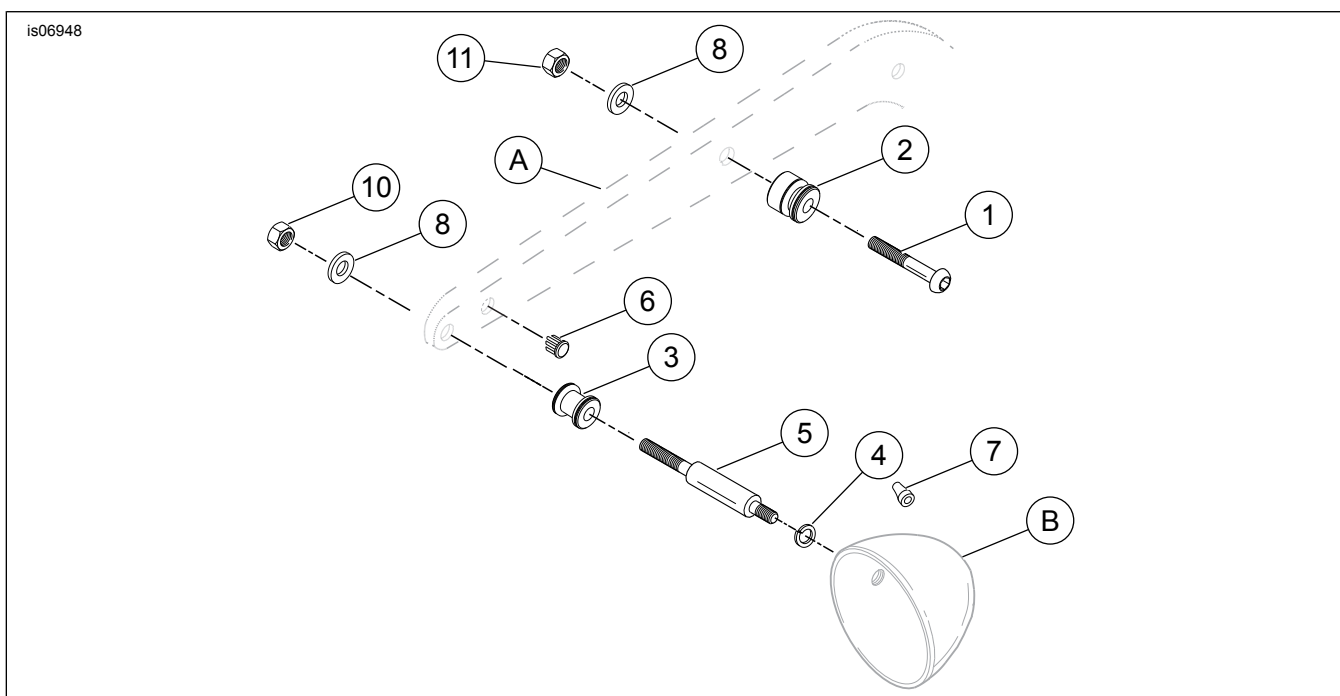

Figura 3. Piezas de servicio: kit de elementos de sujeción de acoplamiento Dyna
Vea Figura 3 y Tabla 1.
3. Vea Figura 3. Extraiga el perno central del soporte del guardabarros. Este será la ubicación del punto delantero de acoplamiento. El punto trasero de acoplamiento se montará en el agujero trasero en la pieza de soporte, del soporte del guardabarros, junto con la señal de giro.
4. Coloque el lado embutido del punto delantero de acoplamiento (2) para que esté orientado hacia el soporte del guardabarros. Inserte el perno (1) a través del punto de acoplamiento (2) y dentro del guardabarros. Después, instale la arandela (8) y la tuerca de seguridad (11) en el interior del guardabarros. Apriete a 37 N·m (27 ft-lbs).
3. Corte los cables dentro de la caja de la señal de giro aproximadamente a 7,6 cm (3 pulg.) alejados del punto donde los cables se conectan a la parte inferior del portalámpara de la bombilla. Desde la parte inferior del guardabarros, saque el extremo de los cables que están dentro del soporte de la caja de la señal de giro (4) hacia el área interior del guardabarros.
4. Extraiga y deseche el perno de 7,9 mm (5/16 pulg.) y la arandela de seguridad (6) que aseguran la señal de giro trasera al guardabarros. El perno y la arandela están ubicados en el interior del guardabarros.
5. Vea Figura 3. Instale la arandela de seguridad (4) y la caja de la señal de giro trasera en el extremo corto con rosca (5/16-24 x 3/8 pulg.) del vástago de la señal de giro (5) del kit. Apriete firmemente. Tenga cuidado de no rayar ni estropear el acabado de cromo del componente.
6. Inserte los cables a través de la tuerca de seguridad (10), la arandela (8) y a través del agujero trasero del soporte del guardabarros.
8. Coloque el punto trasero de acoplamiento (3) sobre el extremo largo con rosca del vástago de la señal de giro (5), para que el lado embutido quede orientado hacia el soporte del guardabarros. Inserte los cables de las señales de giro a través de la porción larga con rosca del vástago de la señal de giro (5). Si los cables se atascan dentro del vástago de la señal de giro (5), aplique una gota de jabón líquido al extremo del los cables y vuelva a insertarlos. Limpie el jabón lavavajillas sobrante de los cables de las señales de giro. Inserte el vástago de la señal de giro trasera a través del agujero de montaje trasero del soporte del guardabarros trasero y del guardabarros trasero.
9. Instale la arandela plana (8) y la tuerca de seguridad (10) en el vástago de la señal de giro en el interior del guardabarros trasero. Apriete con los dedos.
11. Instale el tapón cromado del agujero (6) dentro del agujero del soporte del guardabarros, usado previamente para el cable de la señal de giro. Para lograr un ajuste firme, puede ser necesario separar los dientes del tapón del agujero. Para separar los dientes, sostenga firmemente el extremo de la tapa del tapón y con unos alicates doble cada uno de los dientes ligeramente hacia afuera. Repita esto según sea necesario para lograr que quede apretado firmemente.